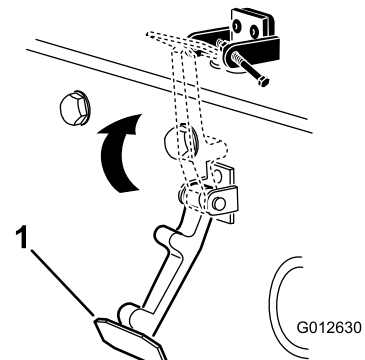

図 14
6. フードラッチブラケットにラッチを入れる (図 14)。